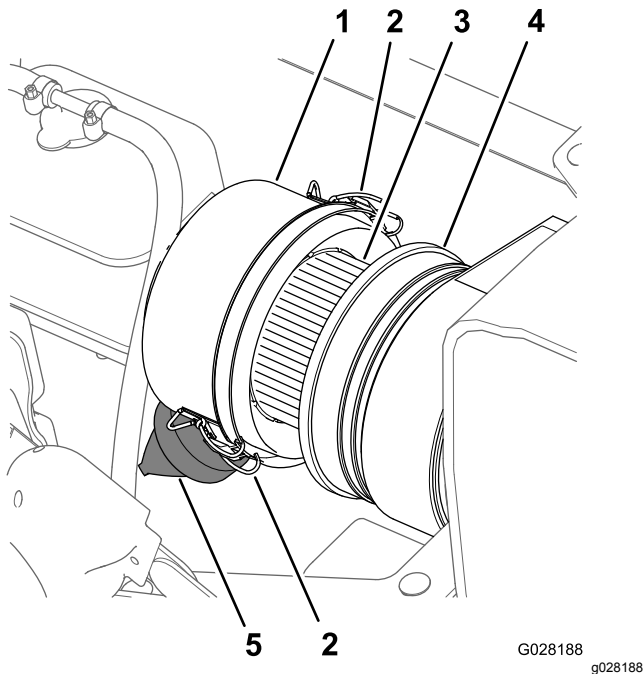
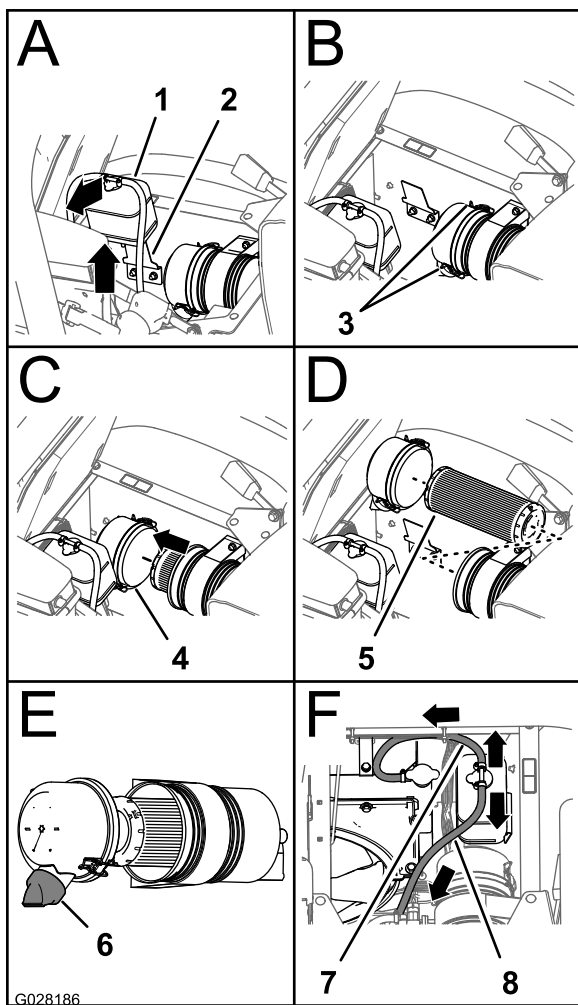

図 49
図 50
3. エアクリーナのボディーとダストキャップをきれいに拭く 図 49。
4. エアクリーナ本体にリーク原因となる傷がないか点検してください 図 49。
5. ダストバルブをмонде、内部のごみを除去する 図 49。
7. エアフィルタのエLEMENTが汚れすぎているか点検する 図 49。
8. エアクリーナのボディーにダストキャップを取り付け、ラッチ2個で固定する 図 49。
2. エアクリーナのボディーとダストキャップをきれいに拭く 図 49。
3. 冷却液オーバーフロータンクを持ち上げてブラケットから取り外す 図 50。
4. ダストキャップをエアクリーナのボディに固定しているラッチ2つを外す 図 50。
6. ぬれたウェスを使って、ダストキャップ、エアクリーナのボディ、ダストバルブの内部をきれいに拭く 図 49 と 図 50。
7. エアクリーナボディにフィルタエレメントを取り付ける 図 50。
8. エアクリーナのボディにカバーを取り付け、ラッチ2個で固定する 図 50。
注 ダストバルブは、後ろから見たときに時計の5時-7時の方向になるように取り付けてください 図 50。
9. 冷却液タンクを、ROPSシールドのサポートブラケットにきっちりと入れる 図 50。
重要 図 50 のように、圧力逃がしホースが前を向いて下へ、タンク通気ホースが後方を向くように取り付けてください。